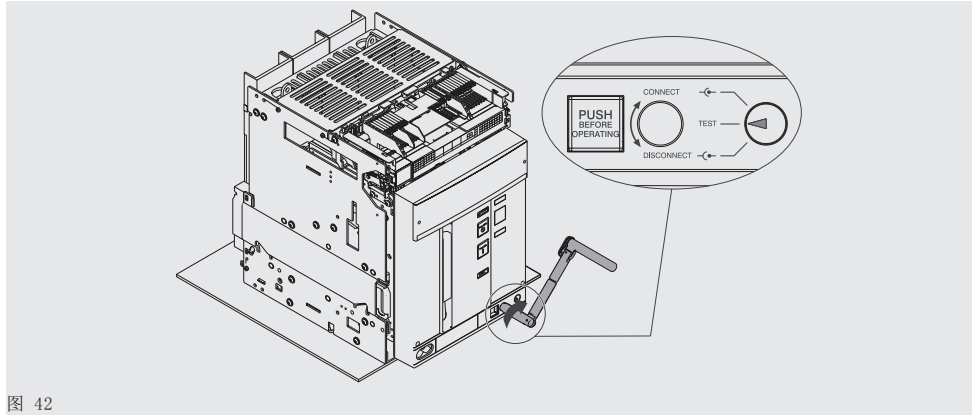

图 42
9. 顺时针转动手柄，直到按钮弹出且位置指示装置显示断路器已处于 TEST 位置为止。请查阅 图 42.